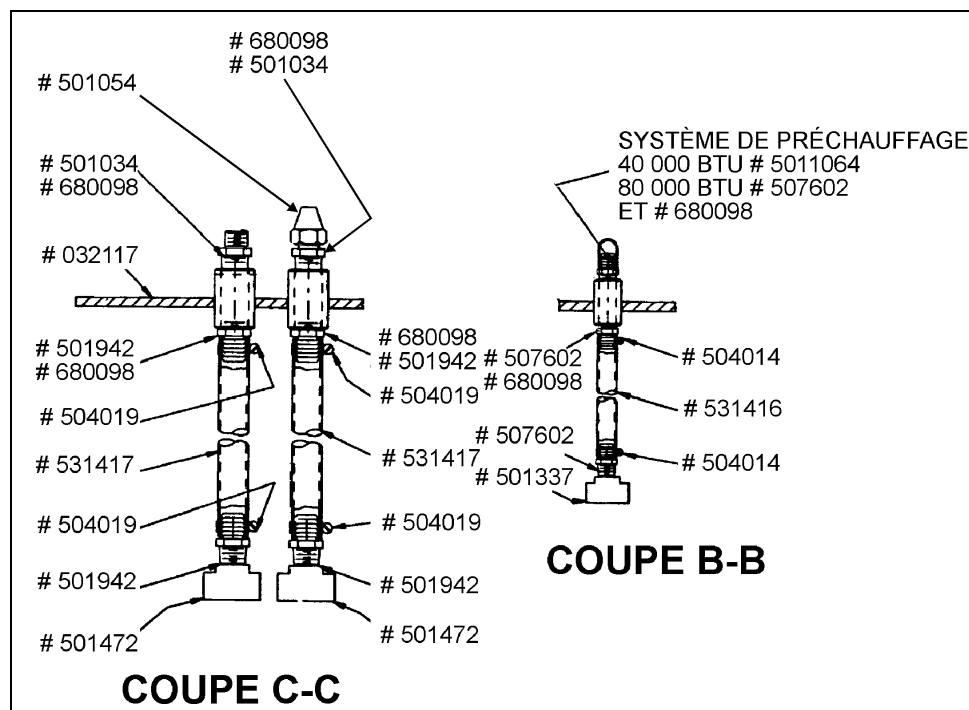

FIGURE 4: ASSEMBLAGE DES TUBES DE SUCCION
1. Assembler les trois tubes de succion sur le nouveau panneau de contrôle du réservoir (Prévost # 032117) comme illustré à la figure 4.